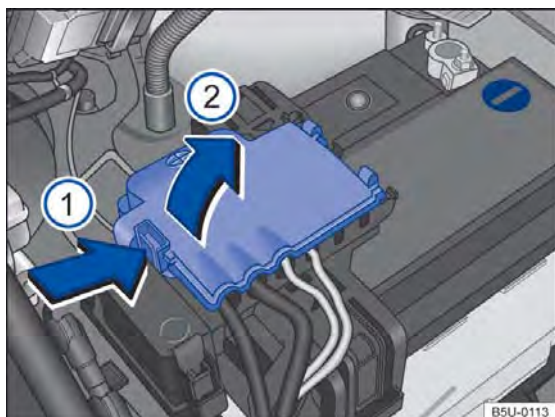

Fig. 185 Compartimento do motor: acesso ao terminal positivo da bateria.
→ Fig. 185 (1), rebater a cobertura para o lado no sentido da seta (2).